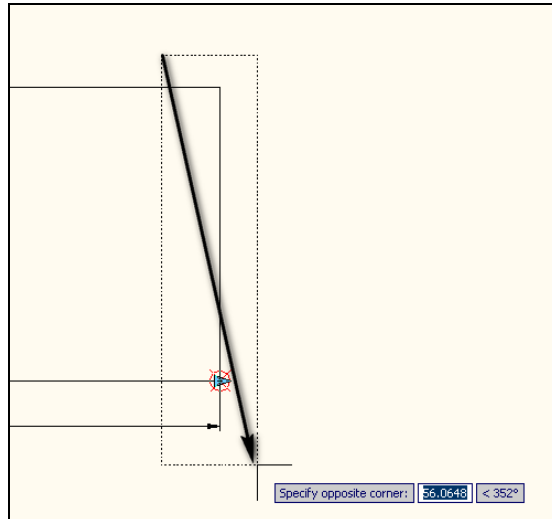

Рисунок 9 – Указание стороны
3.10 Указываем сторону, которую будем перемещать. Для этого выделяем её прямоугольником слева направо с захватыванием части размера (рисунок 9)